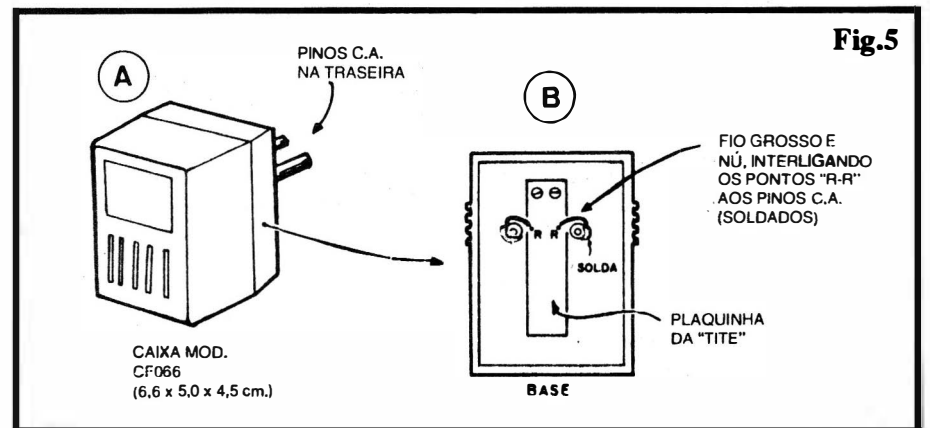

Fig.5
- FIG. 5 - O CONTAINER - A ACOMODAÇÃO DO CIRCUITO - Em 5-A vemos a caixinha padronizada, recomendada no item OPCIONAIS/DIVERSOS da LISTA DE PEÇAS... Trata-se de um modelo bastante difundido, fabricado por conceituado produtor de caixas para Eletrônica, e comercializado a preço bastante razoável... Originalmente desenhada para acomodar mini-fontes, tipo "eliminador de pilhas", a dita caixinha já vem com um par de pinos metálicos (a serem definitivamente instalados pelo usuário...) apropriados para conexão à tomada C.A. Tais pinos são inseridos em dois furos pré-usinados na traseira do **container**. Em 5-B temos a caixinha sem a tampa, vendo-se como a plaquinha da TITE deve ser posicionada, exatamente **entre** os dois pinos metálicos, de modo que os pontos "R-R" (ver fig. 3) possam ser conecta-